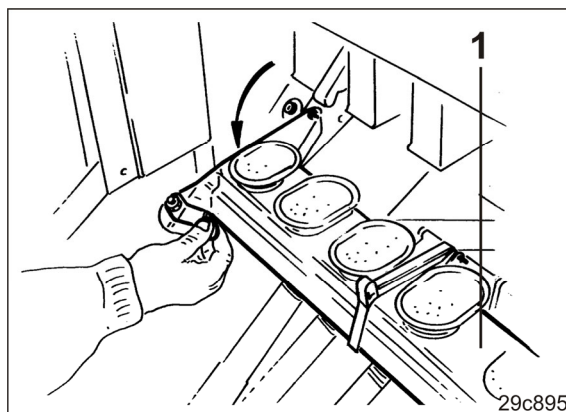

Fig. 76
3. Trichterschiene (Fig. 76/1) absenken.